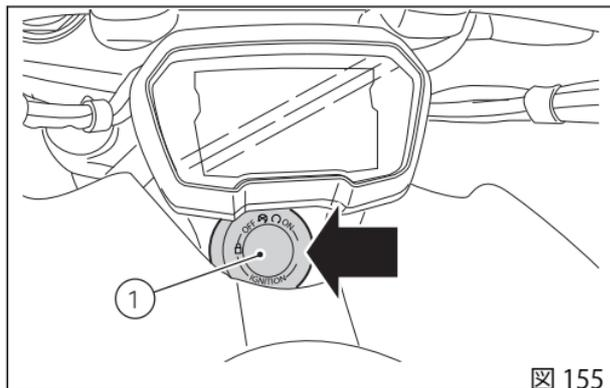

図 155
(図 155) は Hands Free ブロック (1) の位置を示し、(は左側テールガード (9) 下のアンテナ (2) の位置を示します。
ときに HandsFree ブロック (1、図 155) のボタン (7) を
Key-OFF するには HandsFree ブロック (1、図 155) の
キー (3) とキー (4) がないときに Key-ON するには、Hands Free ブロック (1、図 155) のボタン (7) を押し、ダッシュボードで PIN CODE を入力します。